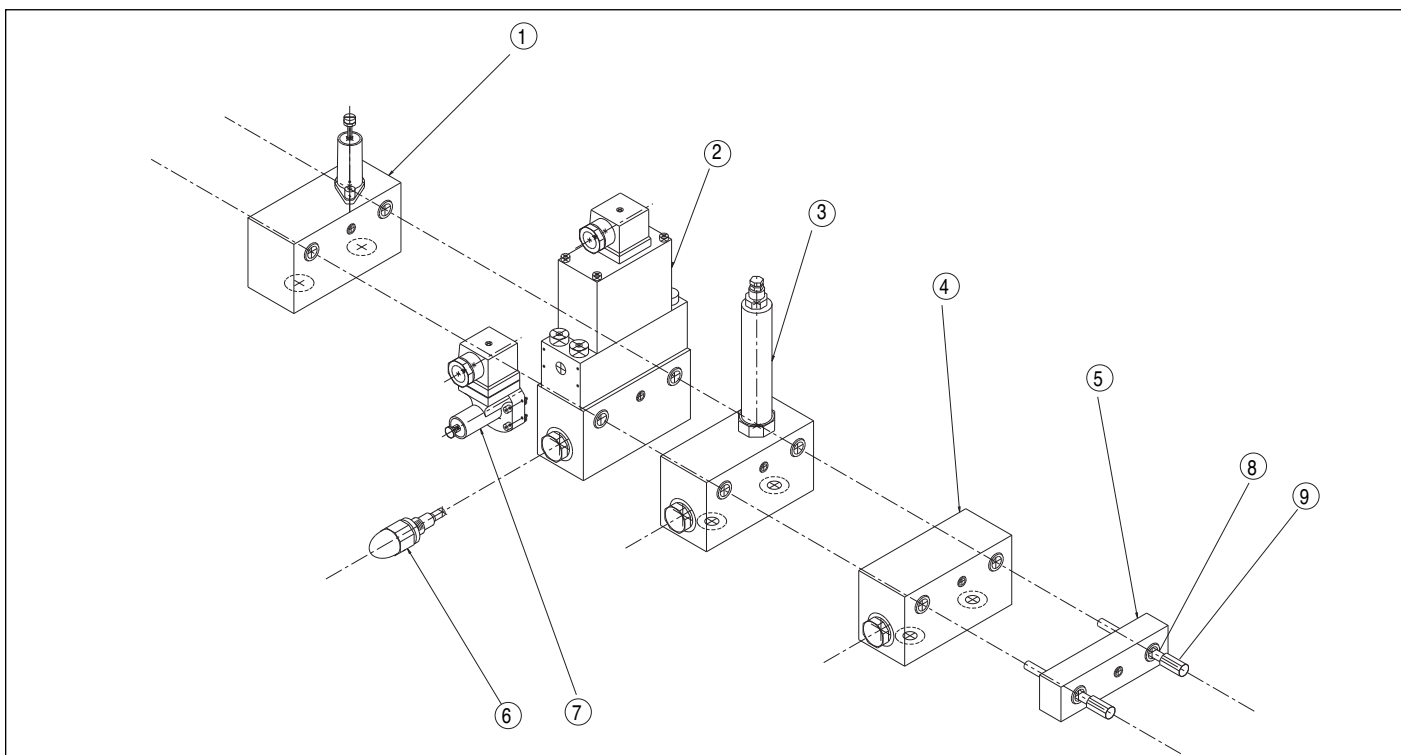

Figure 15. MONTAGE D'UNE COLONNE DE DISTRIBUTEURS - EXEMPLE
1. Installer le distributeur WM10 en plaçant les broches d'orientation des distributeurs vers le haut (voir no 1, Figure 15). Visser les deux barres d'accouplement sur le distributeur (extrémité au filetage court).
2. Empiler les distributeurs et accessoires désirés (voir no 2, 3 et 4, Figure 15). S'assurer que les broches d'orientation et les trous correspondants sont alignés.
3. Monter la plaque de fixation par-dessus les barres d'accouplement (no 5, Figure 15).
4. Installer la rondelle d'étanchéité par-dessus chaque barre d'accouplement (no 8, Figure 15).
5. Installer un écrou borgne par-dessus chaque barre d'accouplement (no 9, Figure 15). Serrer à 7,5 Nm (5,5 ft.lbs.).